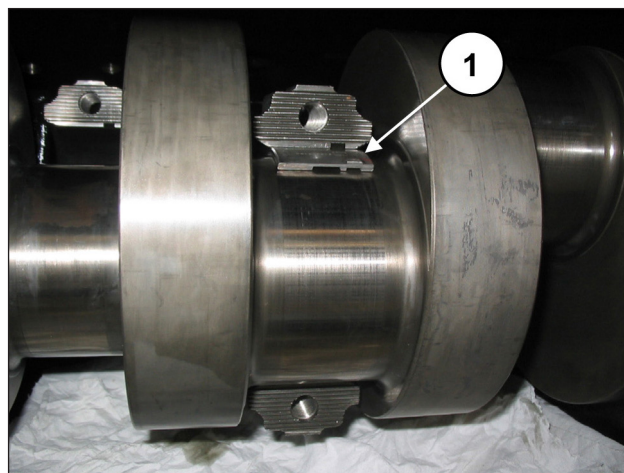

Abb. 59
Setzen Sie die oberen Lagerschalen zwischen Pleuelstange und Welle ein (Pos. ①, Abb. 59).